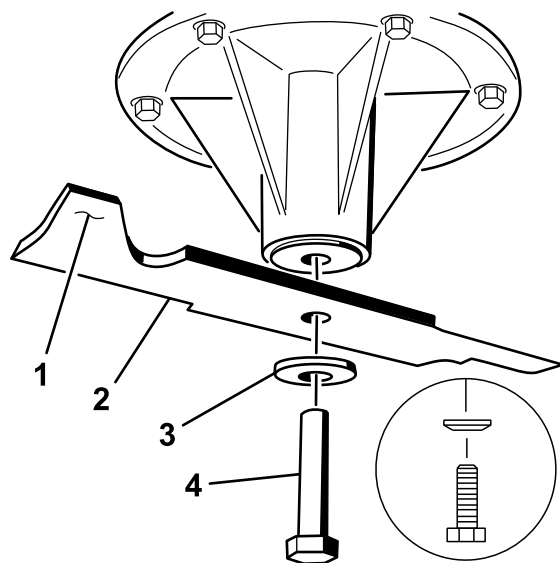

Figure 91
2. Enlevez de l'axe, le boulon, la rondelle bombée et la lame (**Figure 91**).
3. Si la lame est déséquilibrée, limez un peu l'extrémité de l'ailette seulement (Figure 91).